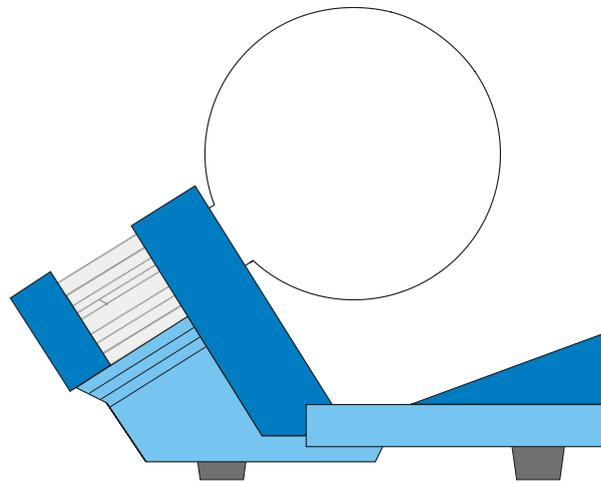

Fig. 1 Montage d'un tube
- Glisser le tube dans la monture en appuyant légèrement dessus, jusqu'à ce que les contacts soient entièrement insérés dans la monture. Veiller au positionnement précis de la pointe de guidage (voir fig. 1).